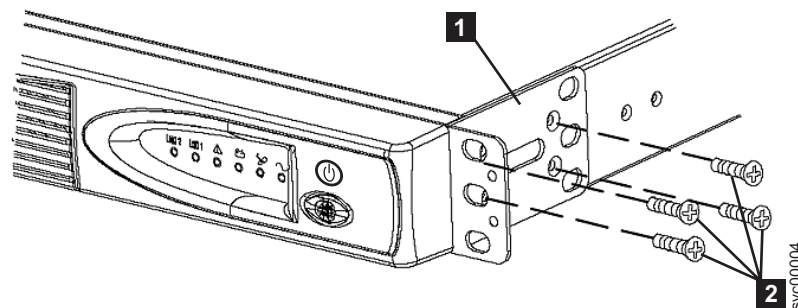

図 205. 2145 UPS-1U 用サポート・レールのラックへの取り付け
2. 2145 UPS-1U のそれぞれの側で、マウント・ブラケットの長いほうの側を 2145 UPS-1U に取り付けます。その場合、提供された 4 個の M3 × 6 ねじ (図 205 の **2**) を使用します。